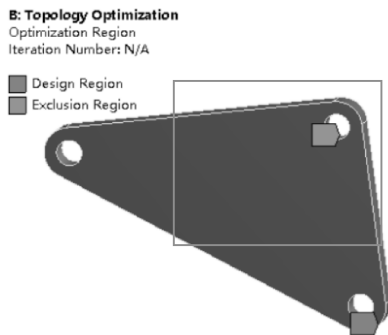

图 12-98 拓扑优化边界设置
(1) 在导航树上单击【Topology Optimization (B5)】→【Analysis Settings】→【Details of “Analysis Settings”】→【Definition】→【Solver Controls】→【Solver Type】= Optimality Criteria，其他默认。
(2) 施加设计优化区域：单击【Optimization Region】→【Details of “Optimization Region”】→【Design Region】→【Geometry】= All Bodies；【Exclusion Region】→【Define By】= Boundary Condition；【Named Selection】= All Boundary Conditions，如图 12-98 所示。
(3) 施加优化约束：单击【Response Constraint】→【Details of “Response Constraint”】→【Definition】→【Response】= Mass，【Percent to Retain】= 60%。
(4) 施加优化目标：单击【Objective】→【Details of “Objective”】→【Definition】→【Response Type】= Compliance，【Goal】= Minimize。